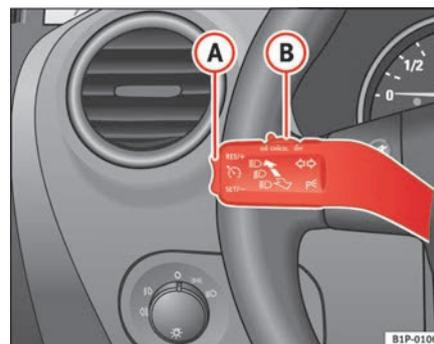

Fig. 128 Palanca de intermitentes y de luz de carretera: mando y tecla basculante para el regulador de velocidad
- Presione la parte superior de la tecla basculante **RES/+** ⇒ fig. 128 **(A)** para aumentar la velocidad. El vehículo acelerará mientras mantenga la tecla presionada. Al soltar la tecla quedará memorizada la nueva velocidad.
Si se reduce la velocidad programada pisando el pedal del freno, se desactiva el regulador de velocidad. Si quiere activar de nuevo el regulador, bastará con presionar una vez la parte superior de la tecla basculante **RES/+** ⇒ página 177, fig. 128 **A**.